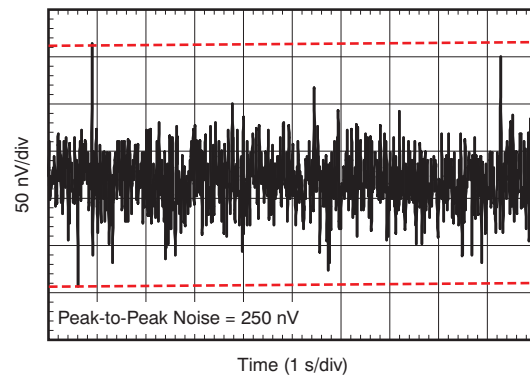

Figure 14. 0.1-Hz to 10-Hz Noise
0.1-Hz to 10-Hz Noise	<a href="#">Figure 14</a>